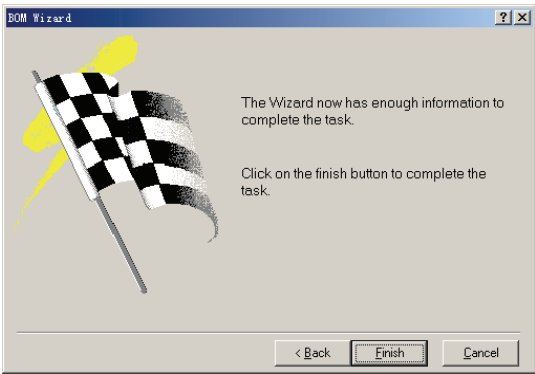

图 3-110 执行元器件材料表产生命令对话框
4) 选择“Spread Sheet”格式后，单击“Next”按钮，进入如图 3-110 所示的对话框。